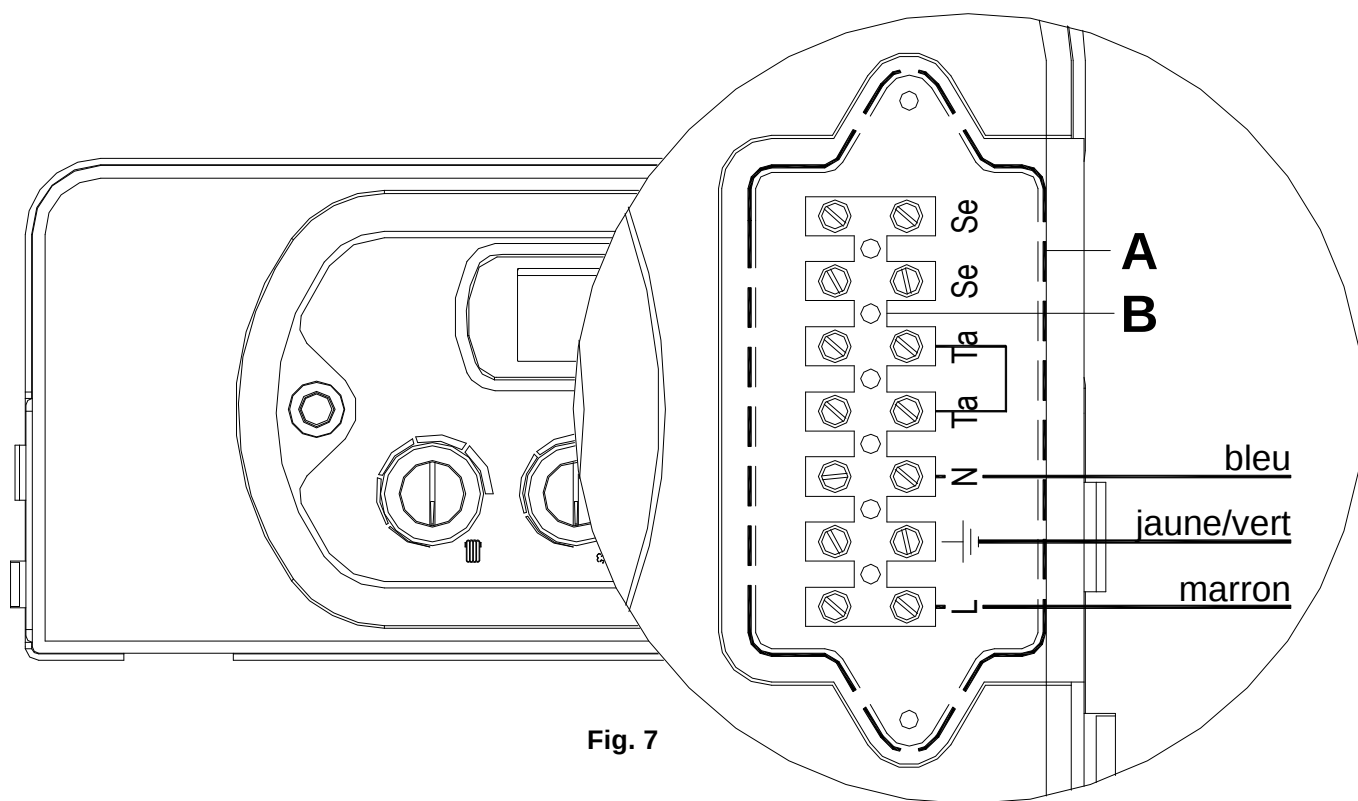

Fig. 7
- e. dévisser les vis et retirer le couvercle⑤, effectuer les branchements (Fig. 7);